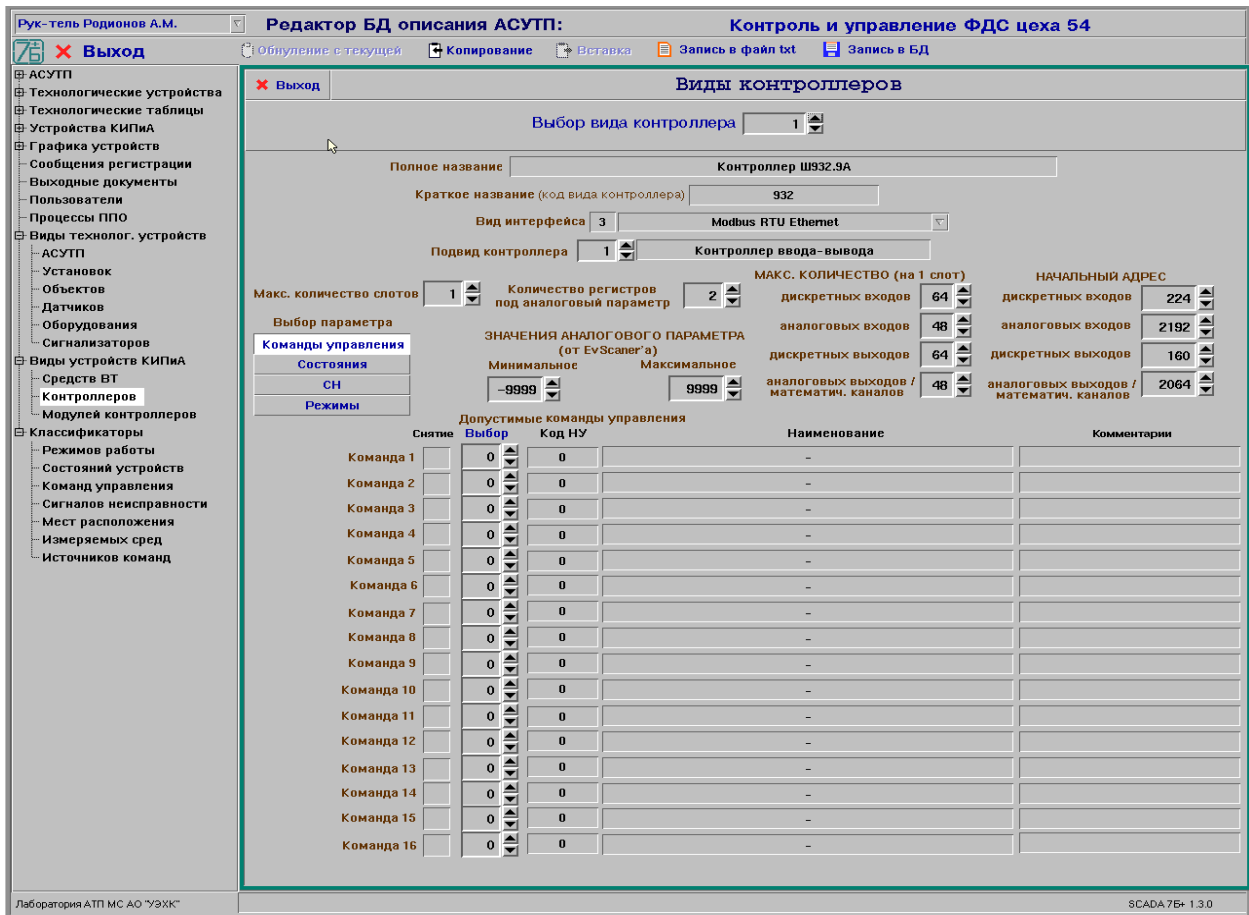

Рисунок 37 – Окно редактирования видов контроллеров
8.21.7 В окне редактирования параметров видов контроллеров (см. рис. 37) дополнительно отображаются следующие параметры элемента, записанные в БД, и которые может откорректировать пользователь: